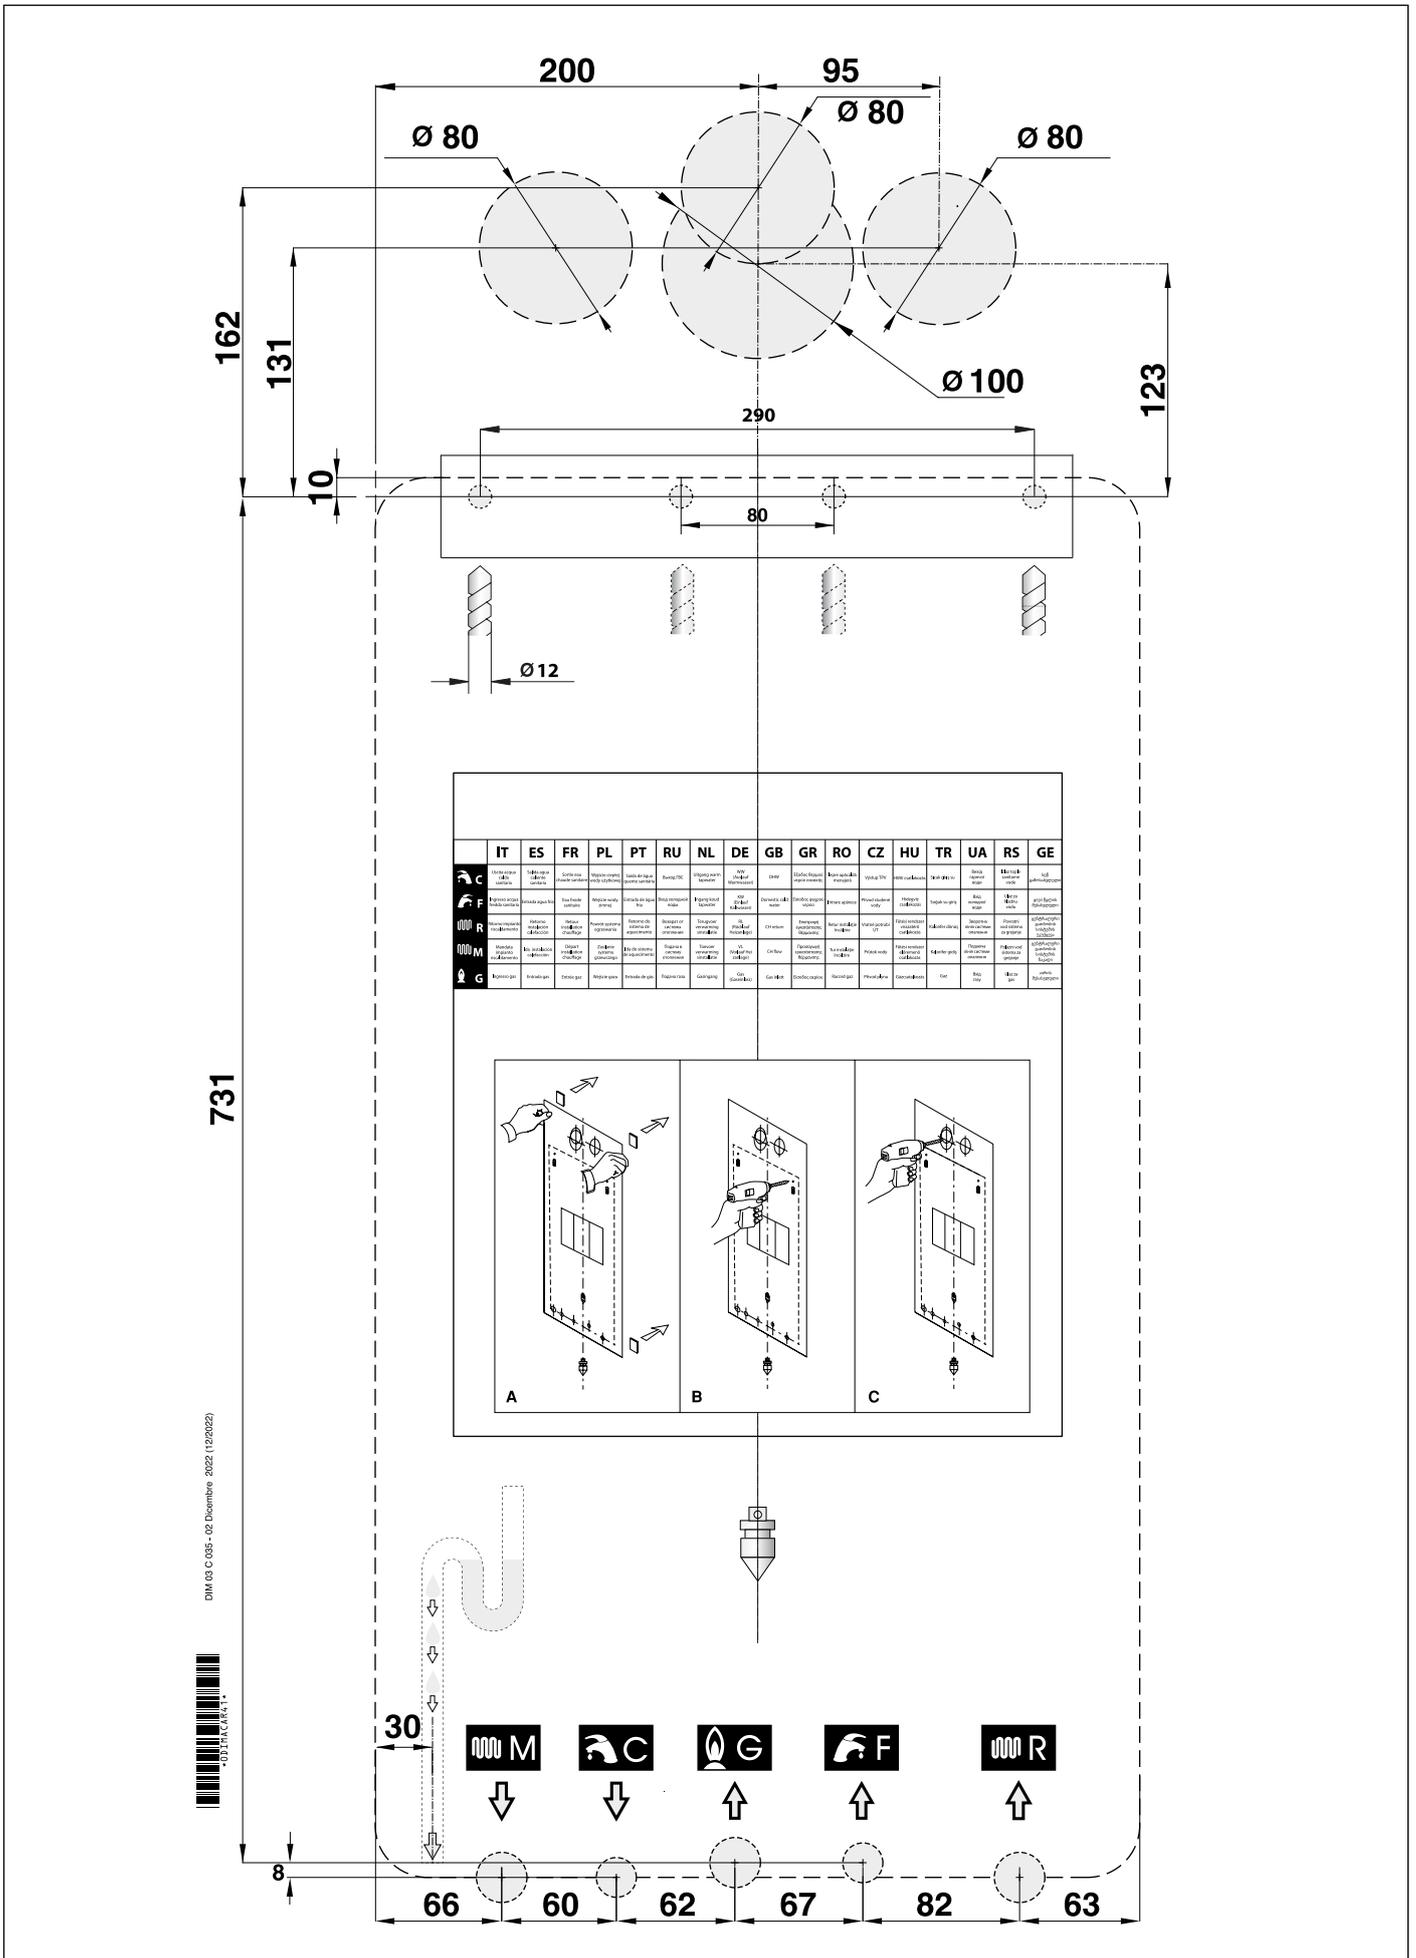

Abb. 7 Papierschablone
- » die Schablone für die Wandbefestigung des Kessels (siehe Abb. 7 Papierschablone).
Jedes Gerät ist mit einer entsprechenden Papierschablone ausgestattet, die in der Verpackung enthalten ist (siehe Abb. 7 Papierschablone).